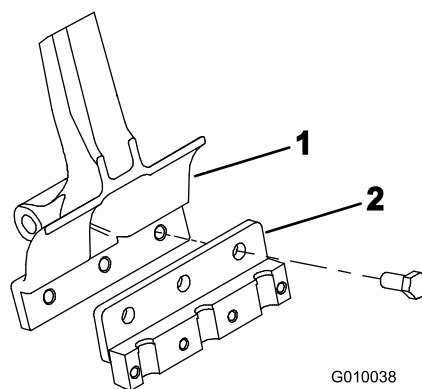

Figure 22
2. Montez un porte-louchets sur chaque bras d'aération avec 3 boulons ($1/2 \times 1-1/4$ ") (Figure 22). Serrez les boulons à 101,6 Nm.